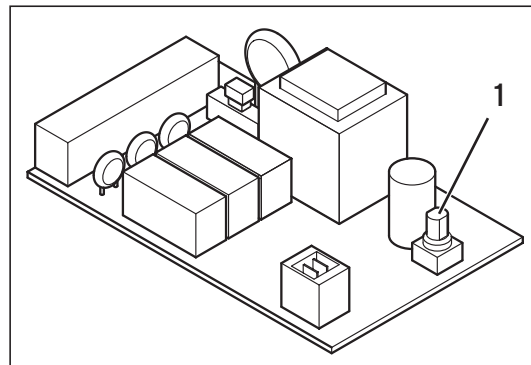

Fig. 4.3 Réglage de l'adresse Bus
- Réglez le commutateur d'adresse (1) (voir fig. 4.3) des coupleurs de Bus raccordés sur leur adresse bus. L'adresse Bus est basée sur la position de l'appareil au sein de la cascade. Le premier appareil obtient l'adresse Bus 1, le deuxième l'adresse 2, etc. Les appareils apparaissent dans cet ordre à l'écran du régulateur à bus modulaire calorMATIC 630 ou auroMATIC 620.